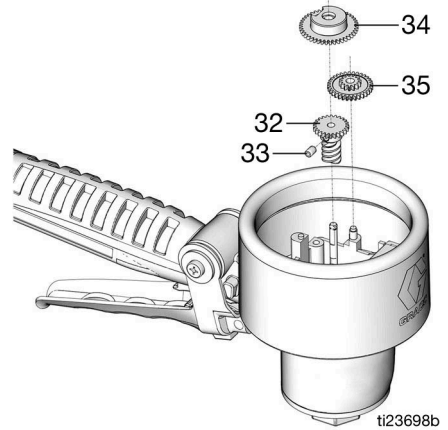

FIG. 21
2. Instale los engranajes (32, 34, 35) tal como se muestra en la FIG. 21. Utilice una llave hexagonal de 2 mm para ajustar el tornillo de fijación del engranaje (33).